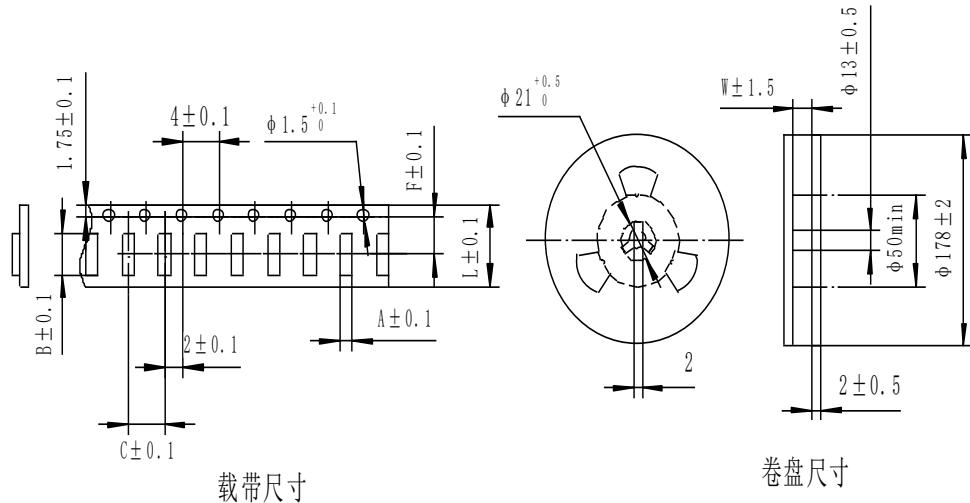
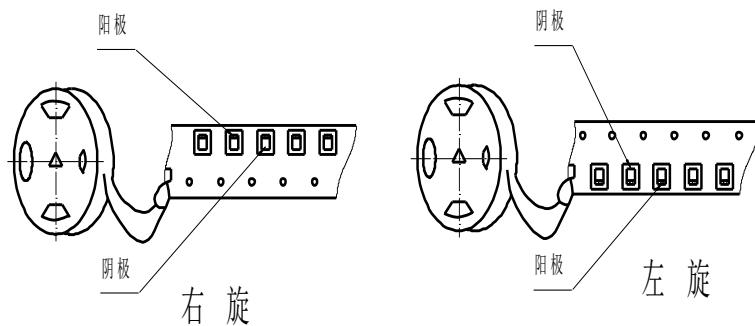

图 3 编带尺寸
图4 编带卷绕方向
7.1 产品编带的尺寸及卷绕方向: 见图 3、图 4、表 5、表 6。